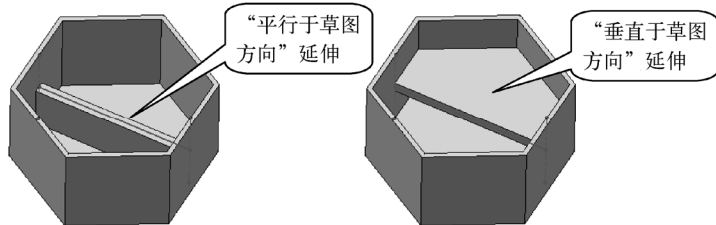

图 3-100 对筋特征拉伸方向的设置
- 单击“垂直于草图方向”按钮可设置筋特征以垂直于草图的方向进行延伸(这两个按钮的不同效果如图 3-100 所示)。